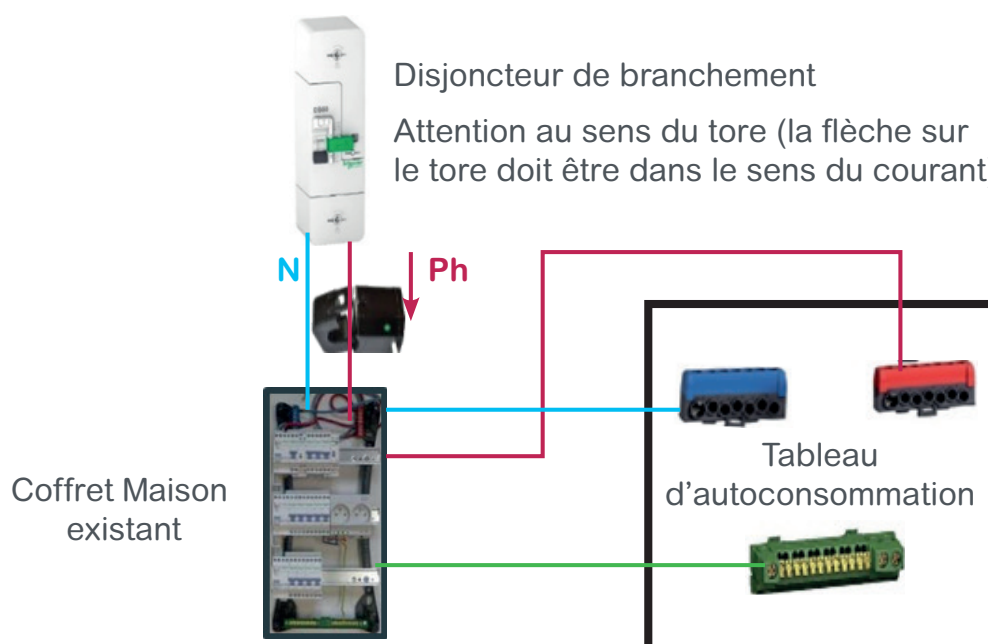

Figure 2: Câblage du tore principal
- Installer le tore ouvrant de mesure principal sur la phase de l'arrivée générale (en sortie du disjoncteur de branchement/ en entrée du tableau principal) (voir figure 2), attention au sens du tore (la flèche sur le tore doit être dans le sens du courant)